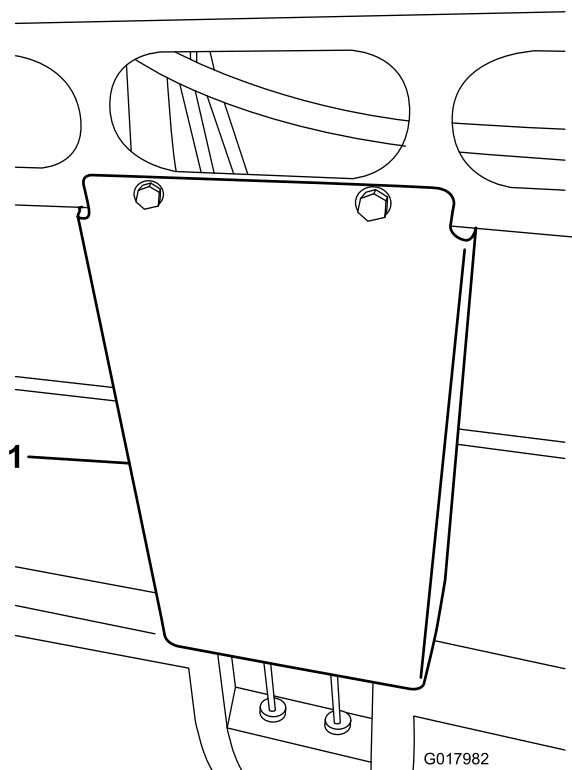

Figure 1
8. Déposez la protection des conduites hydrauliques sous la partie avant centrale de la machine (Figure 1).